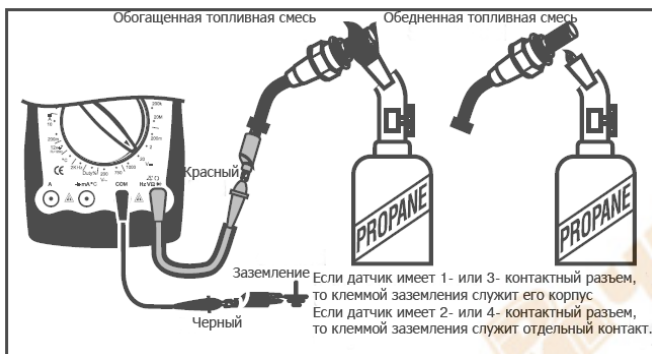

Рис. 19
J. Тестирование датчиков двигателя (См. рис. 19)